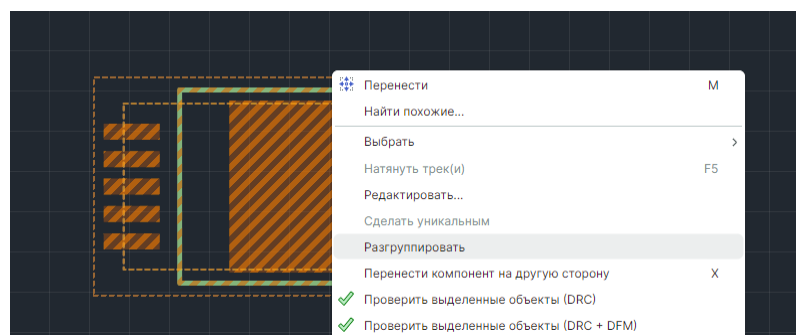

Рис. 157 Создание разгруппированного посадочного места
2. В контекстном меню выберите команду «Разгруппировать», см. Рис. 157.